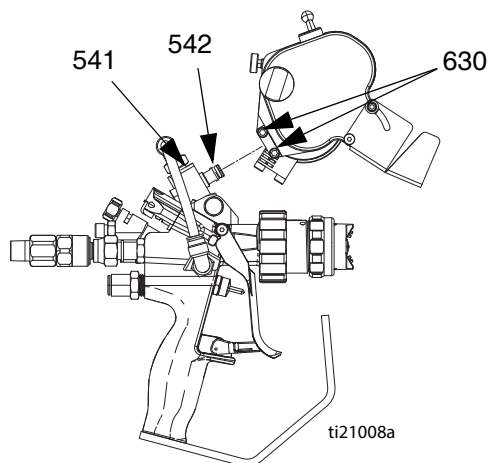

Рис. 6
- а. В случае необходимости отрегулируйте разводным ключом вращающийся стержень (541) таким образом, чтобы он стал параллельно переднему концу пистолета, а открытый конец указывал на переднюю часть пистолета. См. Рис. 6.
- б. Извлеките винты (630). См. Рис. 6.
ПРИМЕЧАНИЕ: Убедитесь в том, что уплотнительное кольцо (542) плотно прилегает в блоке режущего механизма. Убедитесь в том, что нет утечки воздуха, поскольку она очень сильно уменьшит производительность пневматического двигателя. См. Рис. 6.
- д. Затяните винты (630), чтобы зафиксировать режущий механизм на месте.